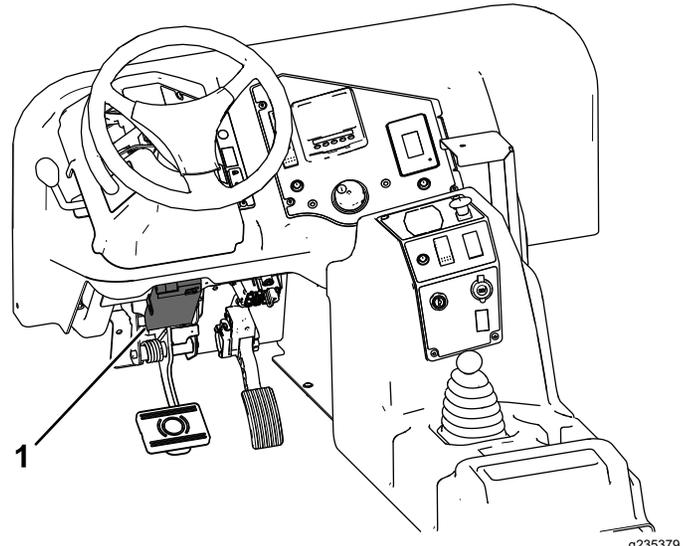

図 8
1. ブレーキコントローラ図 8をトラクタのダッシュボードの左下エリアに取り付けるボルト#10 x 7/8"2本とナット#10を使用する。